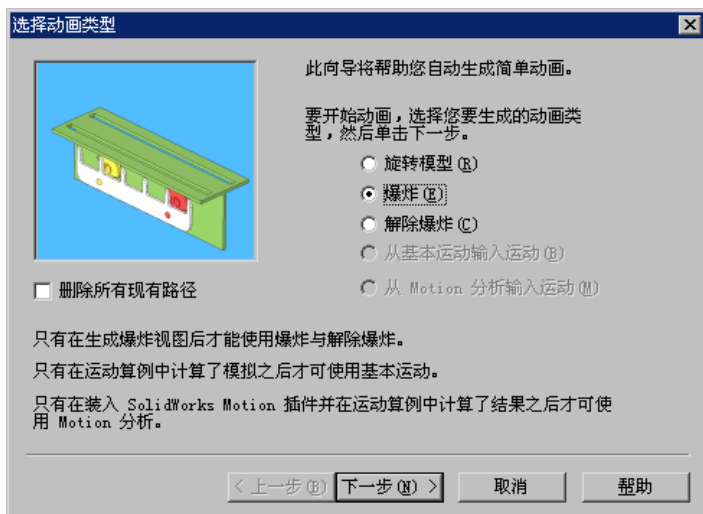

图 9.2.13 “选择动画类型”对话框
Step10. 在运动算例界面的工具栏中单击  按钮，系统弹出“选择动画类型”对话框，如图 9.2.13 所示，选中 ☒ **爆炸** 单选项。